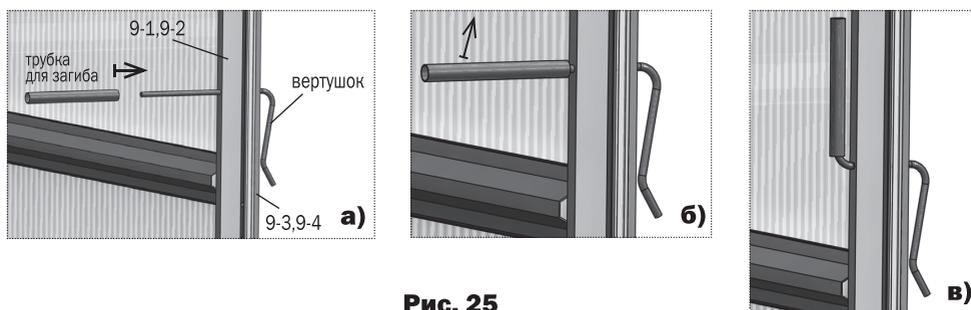

Рис. 25
- 10.** Проволочный вертушок для запираания дверей и форточек вставляется в отверстия стоек дверного проема прямым концом с наружной стороны до упора. С помощью трубки выполняется загиб внутреннего прямолинейного конца рукой вверх (**рис. 25**). Такая конструкция вертушка позволяет упруго прижимать двери и форточки торцов в закрытом состоянии, находясь как снаружи так и внутри теплицы.